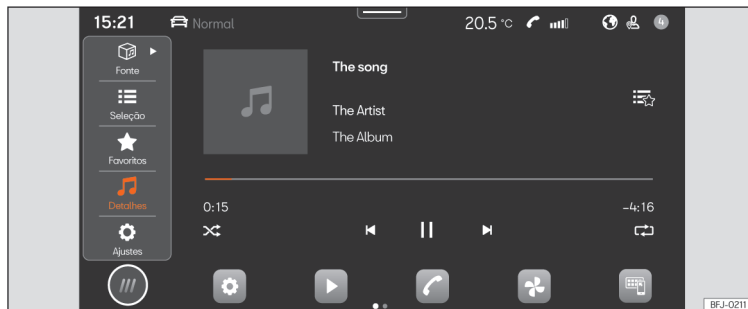

Fig. 124 Esquema: Vista Multimídia
- Pressione **HOME** > ► >>> **Fig. 124**.